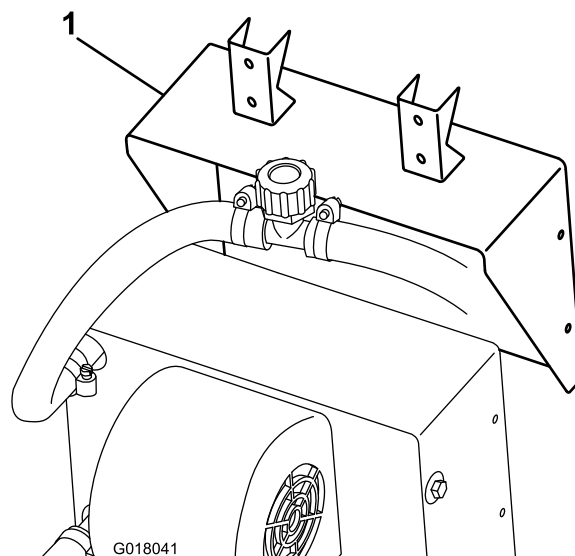

Figura 15
2. Fissate l'apposita staffa al riscaldatore utilizzando le viti in dotazione (Figura 15).